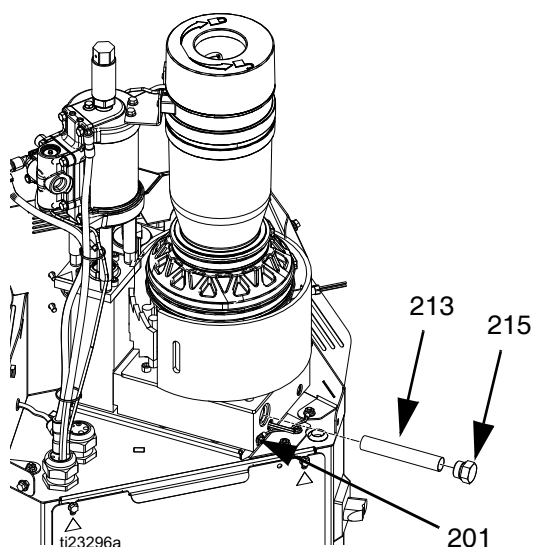

FIG. 24
NOTA: Para asegurar que el adhesivo sea un gel, no un líquido, no retire la tapa del filtro de entrada (215) cuando la temperatura es superior a la temperatura deseada. Si la temperatura es demasiado baja, la viscosidad del adhesivo puede ser demasiado alta para retirar el filtro de entrada (213). Consulte la FIG. 24, página 43.
6. Coloque un trozo de cartón debajo de la tapa del filtro de entrada (215) para conducir el fluido fuera del sistema hacia un contenedor de desechos, en caso de que el adhesivo sea un fluido.
7. Use una llave de tubo de 1 pulg. para retirar la tapa del filtro de entrada (215).